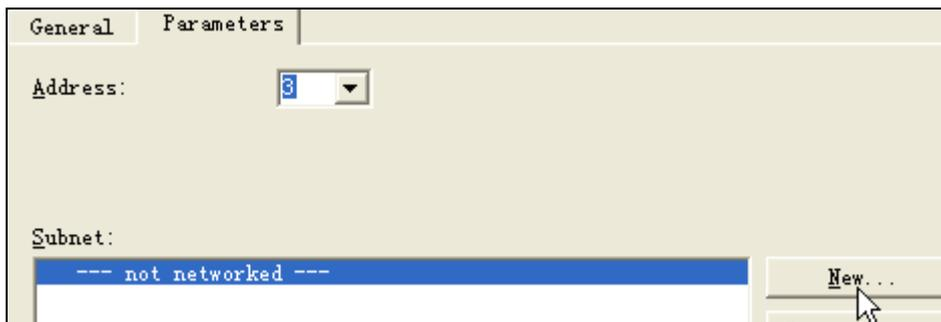

图 2-9 PROFIBUS DP 参数设置
(5) 此时会弹出 PROFIBUS DP 组态界面，对 CPU 的 PROFIBUS DP 网络进行组态，其地址选择“3”，点击“New”，新建一个 DP 网络，如图 2-9 所示。